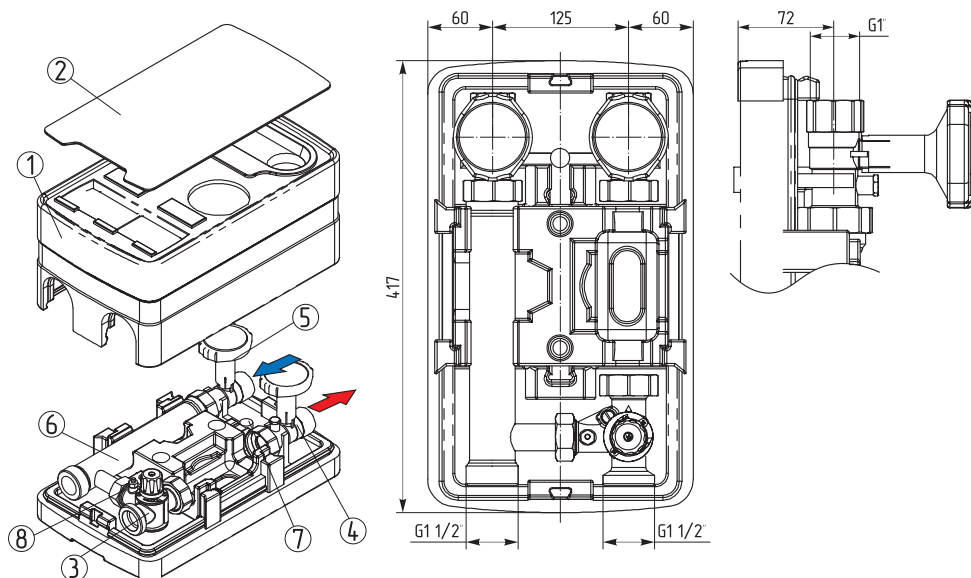

Рис.2 Устройство насосной группы быстрого монтажа
Подсоединение трубопроводов отопительного контура к шаровым кранам (**Рис.2, поз.4**) и (**Рис.2, поз.5**) должно производиться с использованием в качестве подмоточного уплотнительного материала ФУМ-ленты (PTFE - политетрафторэтилен, фторопластовый уплотнительный материал), полиамидной нити с силиконом или льна. Излишки уплотнительного материала не должны попадать в запорные механизмы кранов, это может привести к утрате работоспособности кранов.
1. Установите насос, в посадочное место между 3-х ходовым клапаном (**Рис.2, поз.3**) и шаровым краном (**Рис.2, поз.4**);